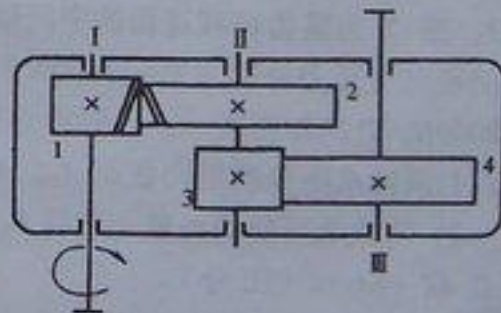

图 5
2. 图 5 为两级标准斜齿圆柱齿轮减速器，若使中间轴 II 上两斜齿轮的轴向力方向相反，